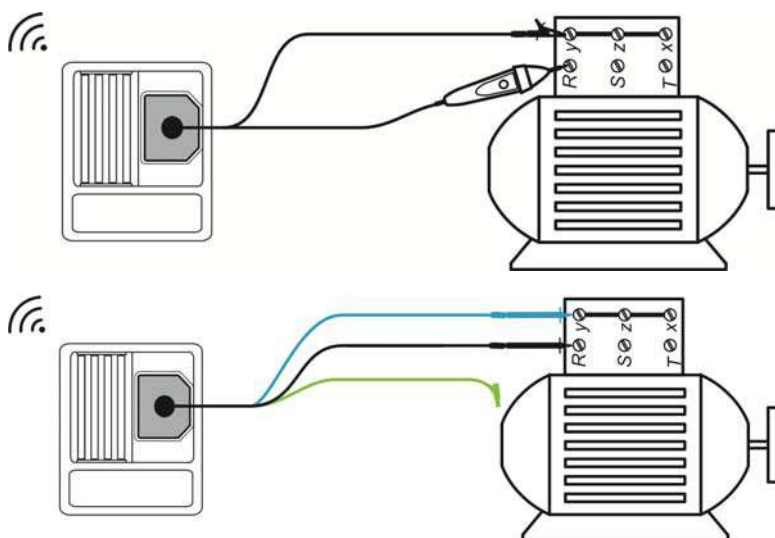

Рисунок 5.8: Приложения с щупом с наконечником «Tip commander» и 3-проводным тестовым кабелем
- Рисунок 5.8: Приложения с щупом с наконечником «Tip commander» и 3-проводным тестовым кабелем*